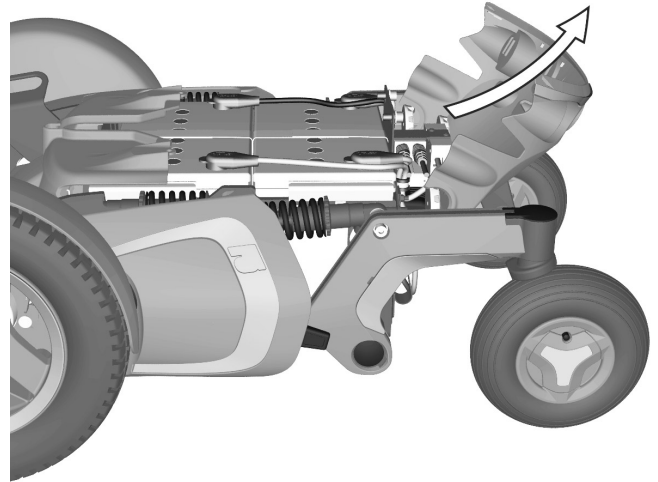

Abbildung 23. \* Hintere Fahrgestellabdeckung
5. Hintere Abdeckung vom Fahrgestell heben/ziehen. Siehe Abbildung. 23.